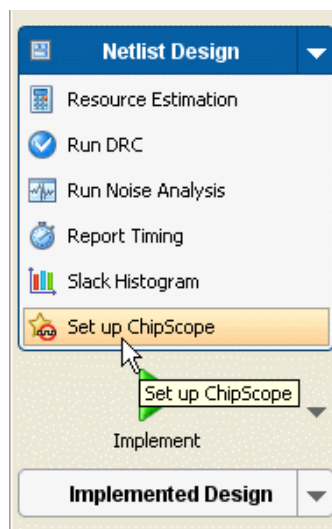

図 12-6： Set up ChipScope ウィザードの起動
2. Flow Navigator で [Set up ChipScope] をクリックするか [Tools] → [Set up ChipScope] をクリックし、Set up ChipScope ウィザードを開きます。図 12-6 は、このウィザードを起動したところを示しています。